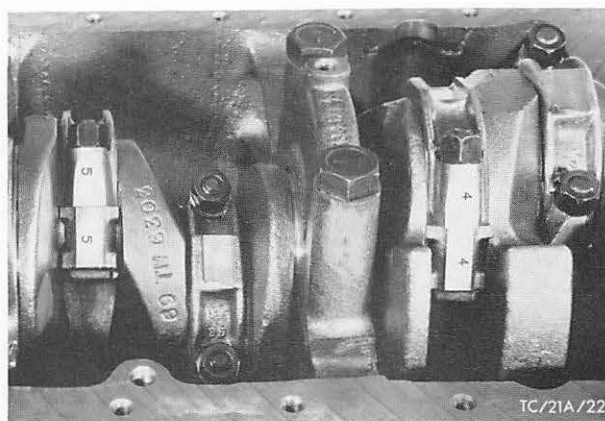

Abb. 141 Kennzeichnung Pleuel- und Hauptlagerdeckel
25. Kennzeichnung aller Pleuel- und Hauptlagerdeckel für den späteren Wiedereinbau überprüfen, Abb. 141.